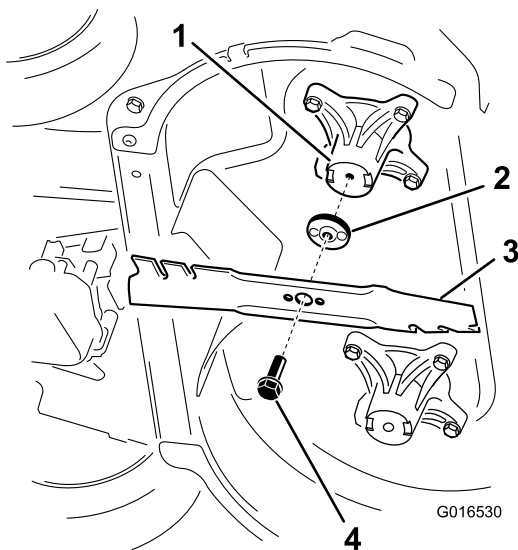

Figura 35
2. Retire cada cuchilla, según se muestra en Figura 35.
1. Instale la primera cuchilla en posición horizontal, junto con todos los herrajes de montaje, según se muestra en Figura 35.